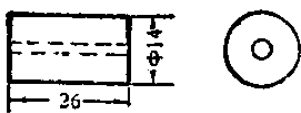

图12-6
5. 小輪: 式样大小如图12-6,一共要六只,可用直径約14毫米的